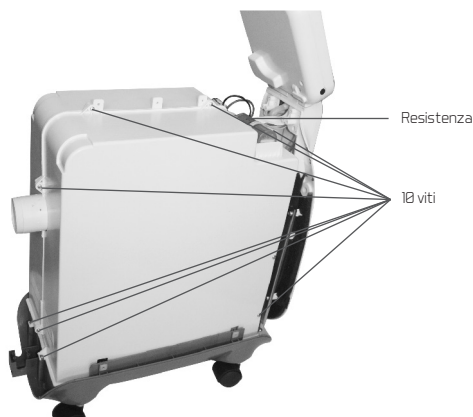

Figura 18
- › Svitare le 10 viti dentro l'involucro, spingere la resistenza verso i cavi e rimuovere l'interno dell'involucro (Figura 18).